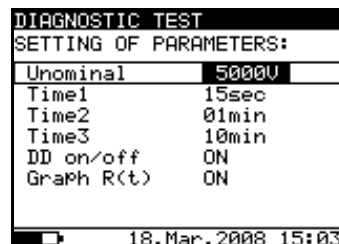

Abb. 17. Einstellmenü bei der Diagnoseprüfung
- Drücken Sie die Taste **SELECT**. (Das Einstellmenü erscheint im Display, siehe **Abb. 17**).